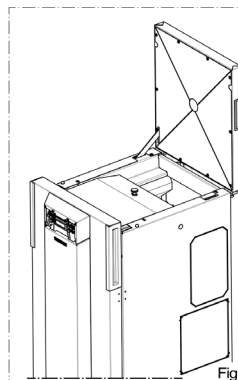

Figure 1
- Ouvrir le couvercle du compartiment de chargement (Figure 1)
- Nettoyer le brûleur (Figure 1).